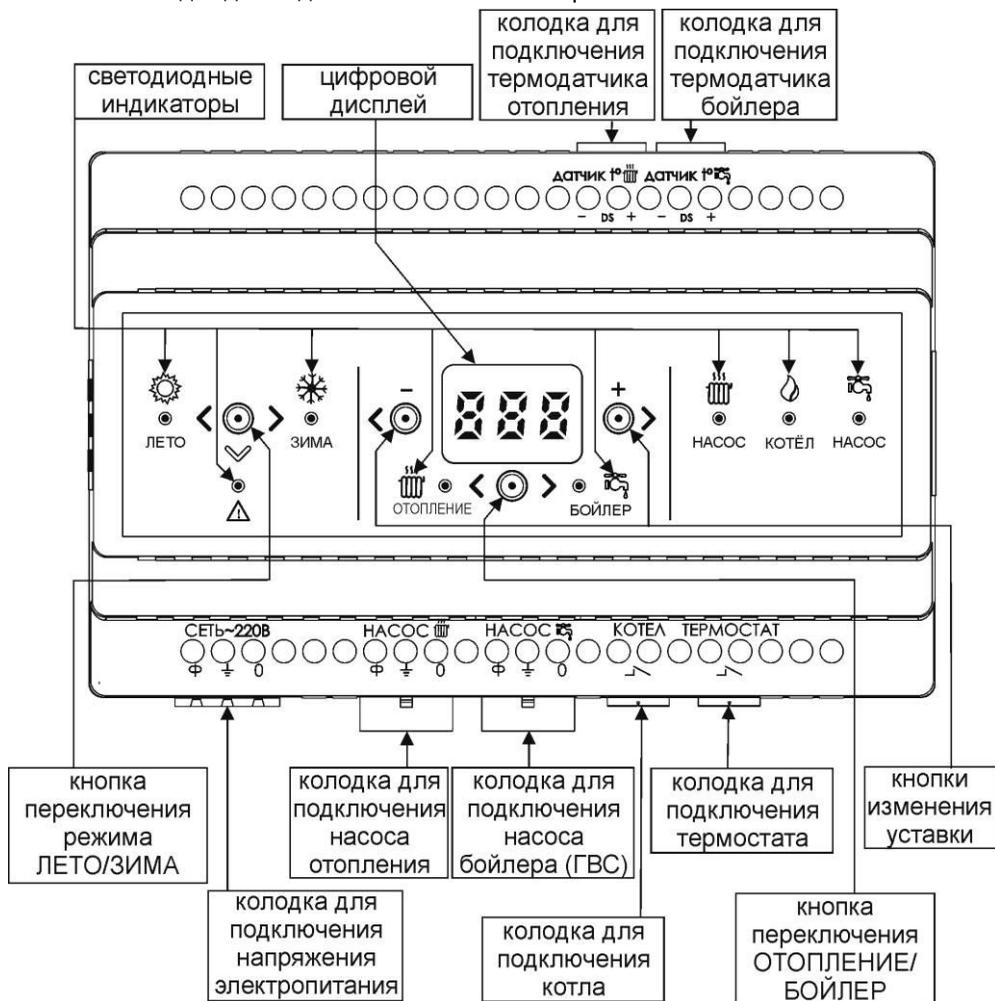
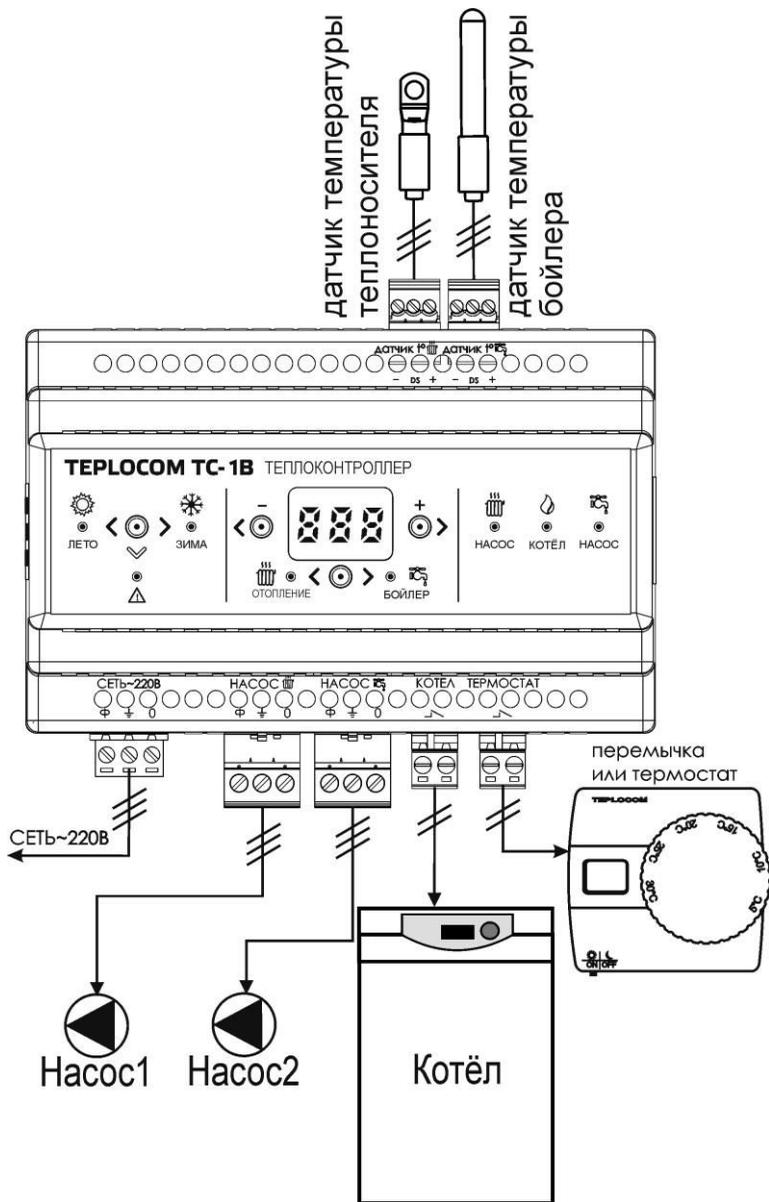

Рисунок 1 — Общий вид передней панели изделия
Рисунок 4 - Схема подключения
Общий вид изделия, расположение светодиодных индикаторов, кнопок и разъемных колодок для подключения показаны на рис. 1.
Подключение контроллера следует выполнять в следующей последовательности (см. рис. 4):
- подсоедините к кабельным частям разъемных клеммных колодок провода для подключения котла, насосов, термостата в соответствии с указанной на корпусе изделия маркировкой (см. рис. 1 и рис.4);
- установите режим работы контроллера ЛЕТО/ЗИМА (см. рис. 1);